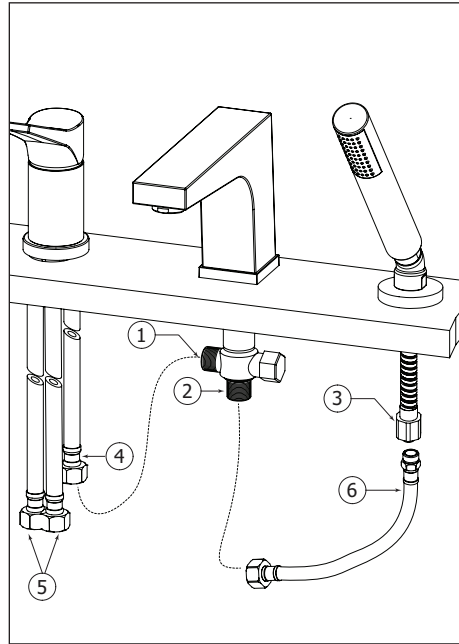

Fig 5
Connect the 1/2" female end of the extension hose (6) (included in box) to the bottom of the faucet shank (2). Then connect the other end of the hose (male connection) to the 3/8" handshower chrome hose end (3). Fig.5.
Raccorder le bout 1/2" femelle du boyau d'extension (6) (inclus dans la boîte) au bas du raccord du robinet (2). Ensuite raccorder l'autre bout (mâle) du boyau d'extension au boyau en chrome 3/8" de la douchette (3). Fig.5.